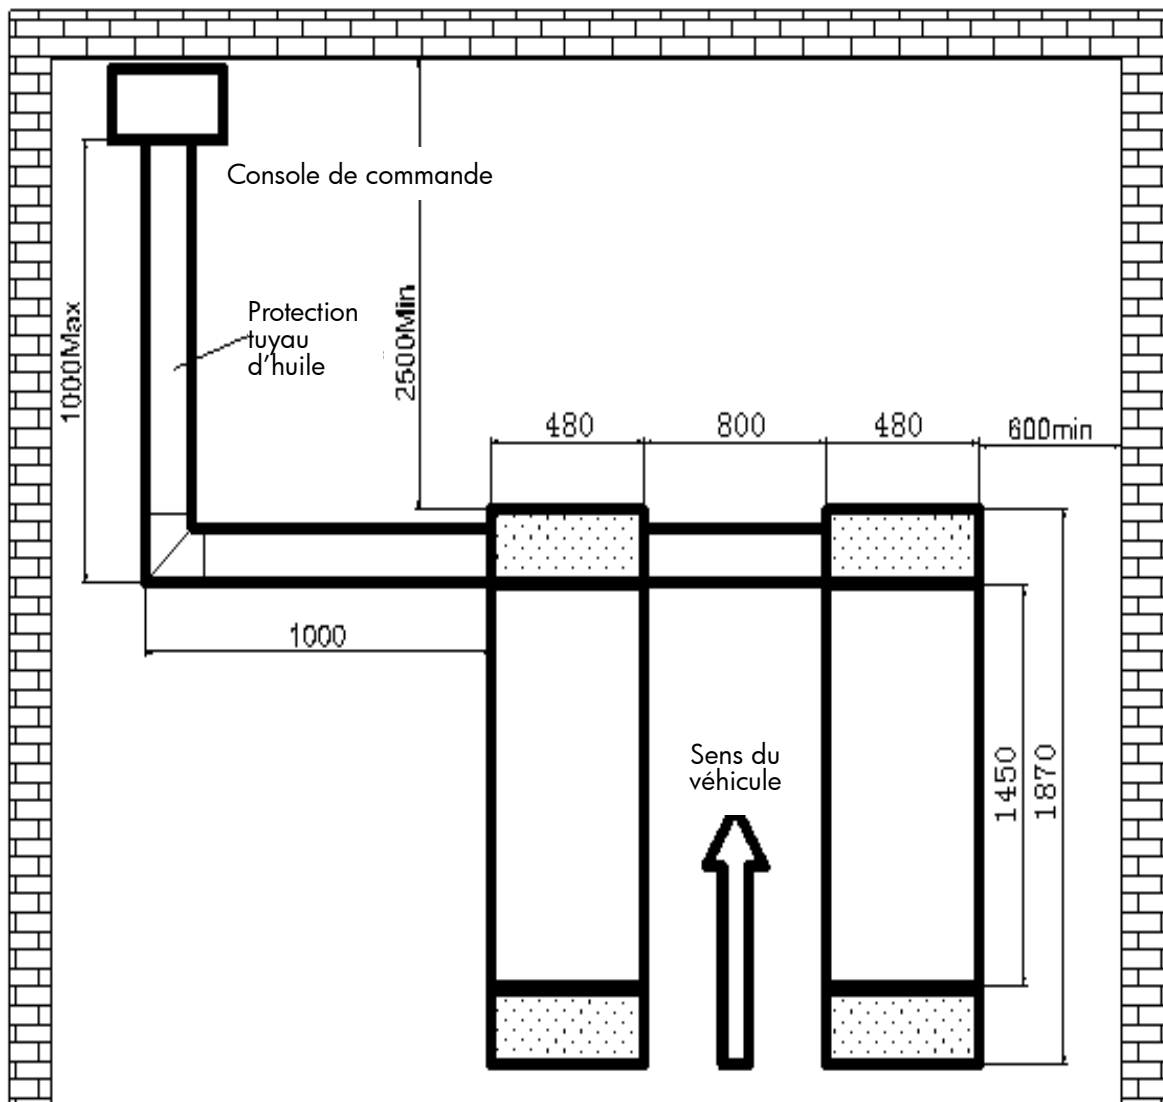

Figure 16 (La console de commande peut être installée à gauche ou à droite)
- Mettez les deux plates-formes bien parallèles et réglez la distance entre elles selon les indications sur la figure 16.